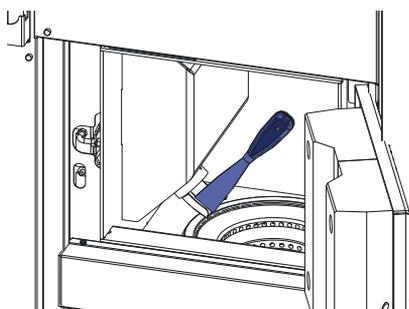

Fig. 40 Fallrinne reinigen
- ▶ Bei Bedarf Fallrinne mittels Spachtel innen reinigen – Fig. 40.